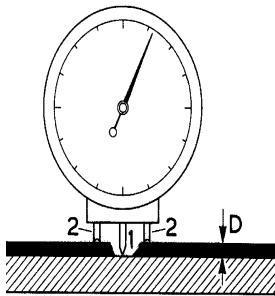

Fig. 3
Mesure de la différence de hauteur (D) entre la surface du revêtement et la portion dénudée du support, par le palpeur mobile (1) d'une jauge reposant par deux tenons (2) sur la surface du revêtement (fig. 3).